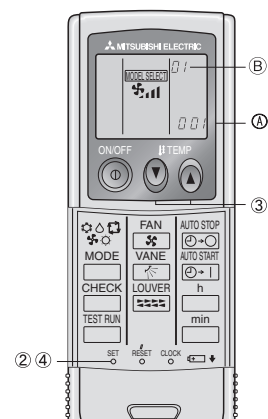

Fig. 6-7
4) Réglage automatique de la vitesse du ventilateur (pour télécommande sans fil) (Fig. 6-7)